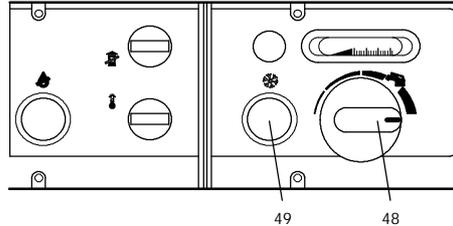

fig. 5.3
- 5 Premere il pulsante funzionamento in inverno della caldaia (49 in fig. 5.3).
- 6 Posizionare la regolazione di temperatura bollitore (48 in fig. 5.3) al massimo.